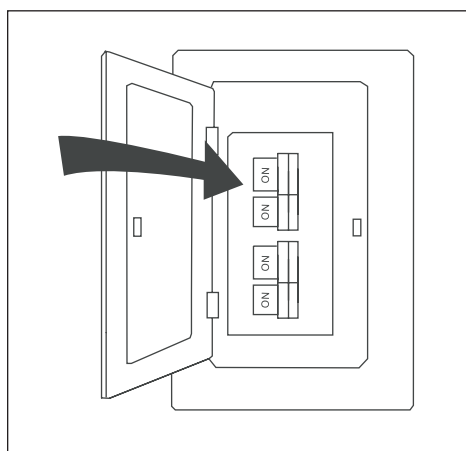

Figure 5.12
12. Alimentez l'appareil à partir du panneau de disjoncteurs et à l'aide de l'interrupteur mural qui alimente les fils du ventilateur. L'assemblage est terminé (Figure 5.12).